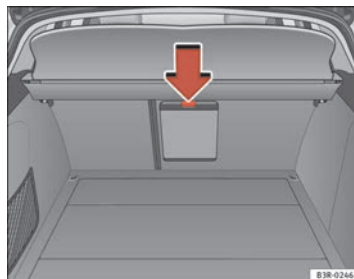

Fig. 128 Sedili posteriori visti dal bagagliaio: coperchio dell'apertura per la sacca portasci
- Premere il tasto di sbloccaggio situato sul coperchio del foro per il passaggio del bagaglio ⇒ pag. 157, fig. 128 -freccia- e abbassare il coperchio.